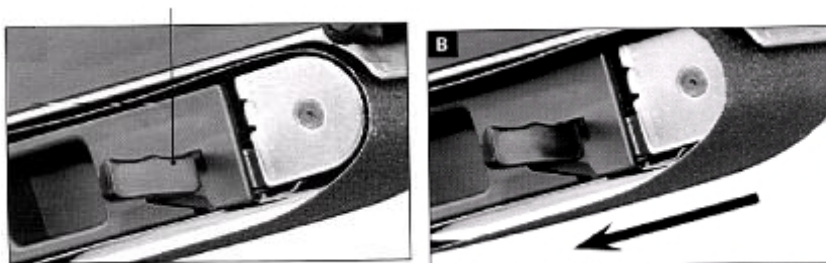

Рис.2
- Потяните рычаг натяжения (1; рис.2) к внешнему краю. Будьте осторожны, т.к. рычаг в натянутой позиции может соскочить обратно в закрытое положение. Тяните рычаг до тех пор, пока он не будет зафиксирован в позиции, показанной на рис.2.